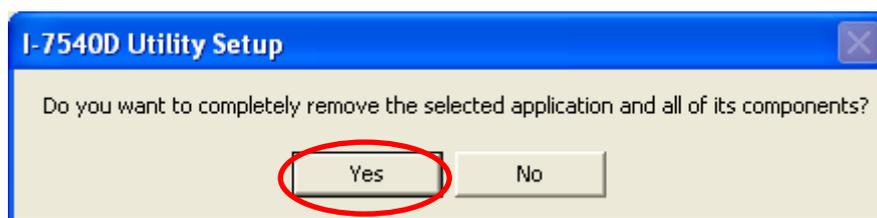

图 3-11: 点击「Yes」移除软件
**Step 5:** 点击「Yes」以移除软件，如图 3-11 所示。